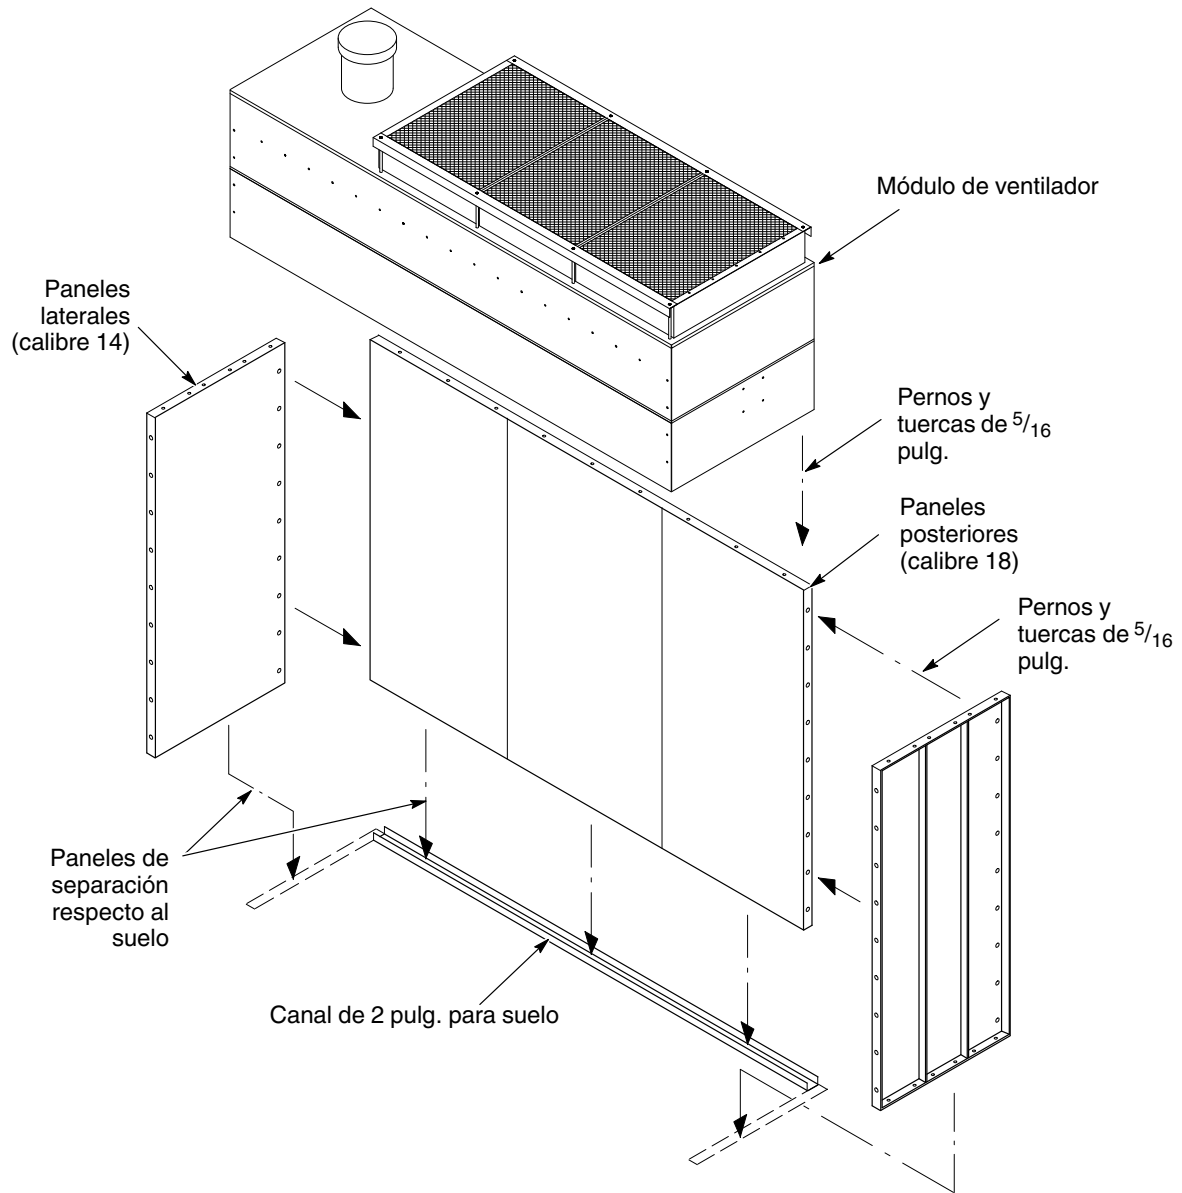

Figura 2 Conjunto de la cabina (se muestra contenedor de 8.000 pcm)
Ver la figura 2 y tabla 2 para las opciones.
1. Ver la figura 2. Marcar la posición de la cabina en el suelo.